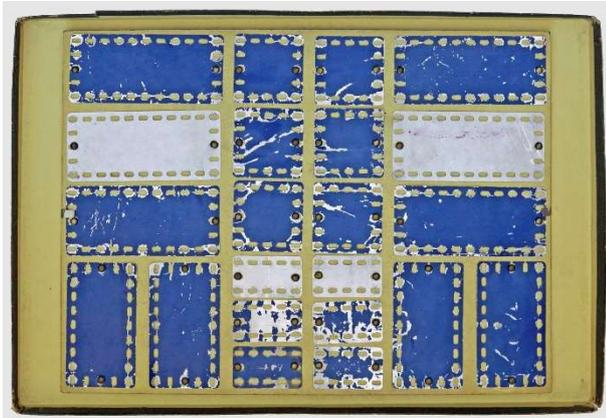

Bild 8: Deckel-Innenseite von Kasten 102 mit aufgehefteten Verkleidungsplatten
5. *Bild 8* zeigt die in der Innenseite des Kasten-